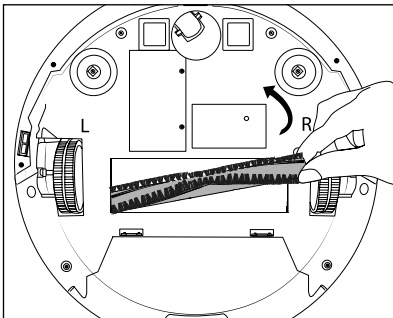

Abb. 15
- ♦ Fassen Sie die Bürstenrolle **16** an der rechten Seite und nehmen Sie sie aus dem Gerät (siehe Abb. 15). Entfernen Sie Haare und Schmutz mit der Reinigungsbürste **10**.